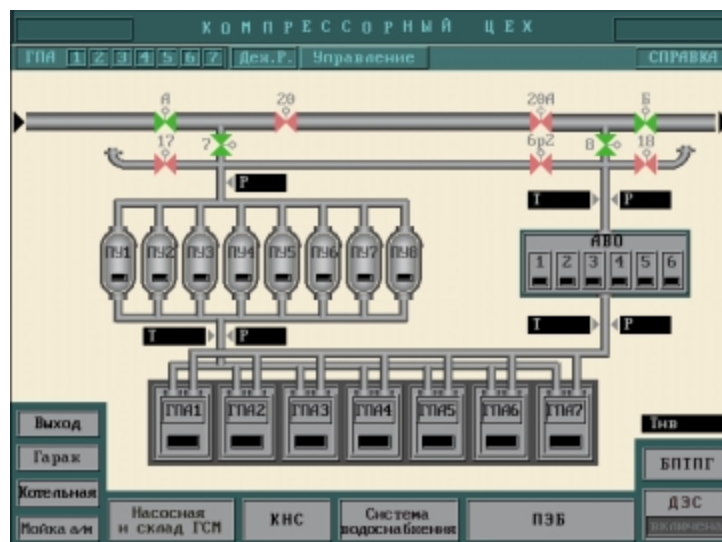

Рис. 3. Трехмерная графика в пакете Trace Mode 4.20
1. Простота освоения такого сложного продукта, как SCADA-система. На фоне далеко не поголовного знания английского программистами и технологами добротная документация и учебник по проектированию в ТРЕЙС МОУД на русском языке — просто сказочный подарок. Плюс к этому — доступность консультаций производителя. В Калифорнию не очень-то позвонишь, а AdAstra пока еще московская фирма (рис. 3).